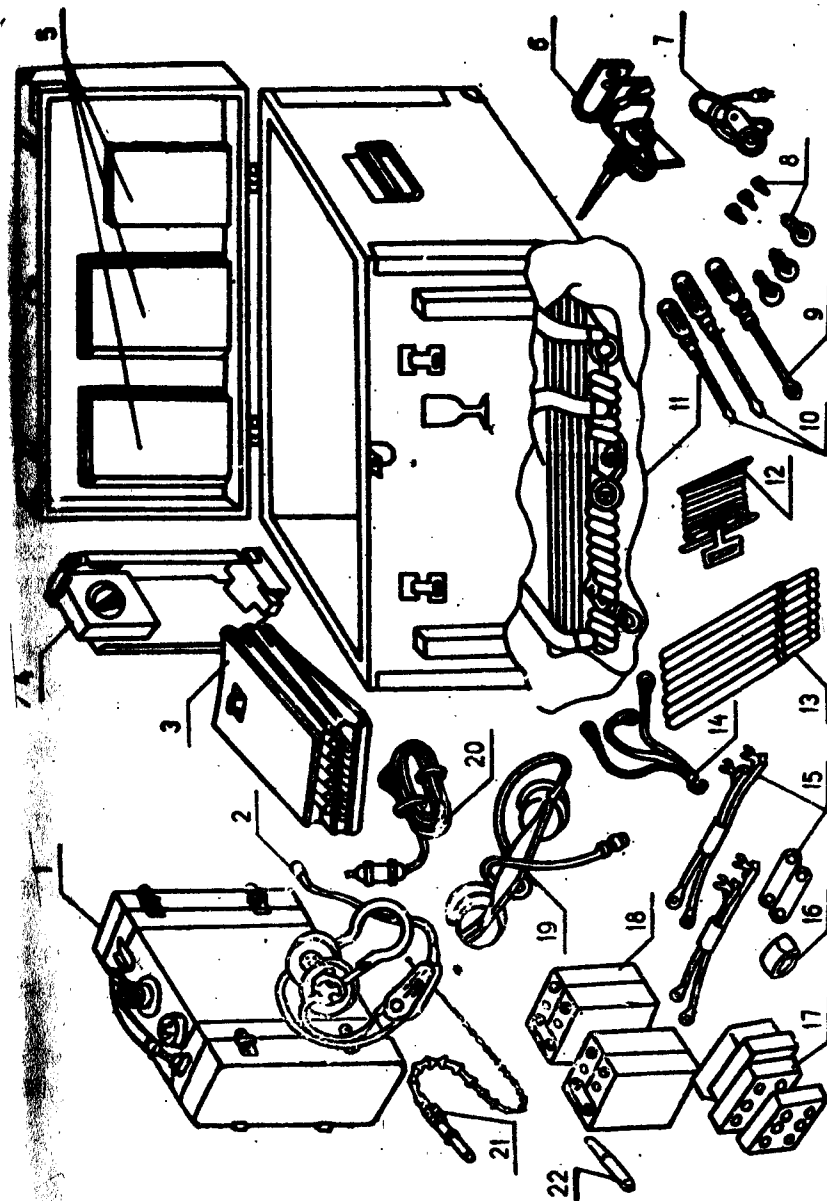

Рис. 2. Промышленный комплект радиостанции
Промышленный комплект радиостанции помещается в укладочном ящике (рис. 2).
В действующий комплект радиостанции (рис. 2,3) входят:
В сумке радиста (3) (рис. 2) переносятся: микротелефонная гарнитура (2), лучевая антенна (12), гибкая штыревая антенна (21) с 6 секциями для комбинированной антенны (13), трехлучевой
Запасное и вспомогательное имущество размещается в укладочном ящике. В него входят (рис. 2 и 3):
к) описание и инструкция по эксплуатации, формуляры на радиостанцию и аккумуляторные батареи, инструкции по уходу за аккумуляторными батареями (5) (рис. 2) укладываются в карман у правой стенки укладочного ящика;